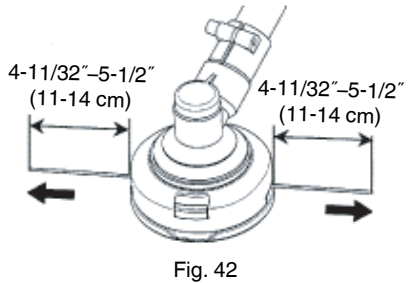

Fig. 42
(7) La longitud inicial de la línea de corte deberá ser de 4-11/32"-5-1/2" (11-14 cm) aproximadamente e igual a ambos lados. (Fig. 42)